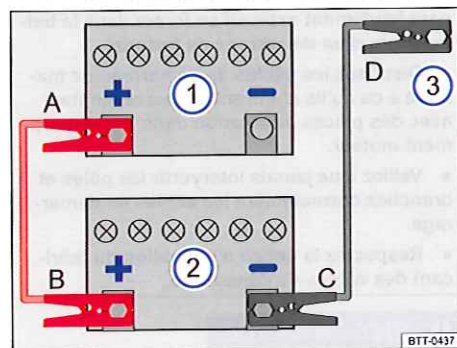
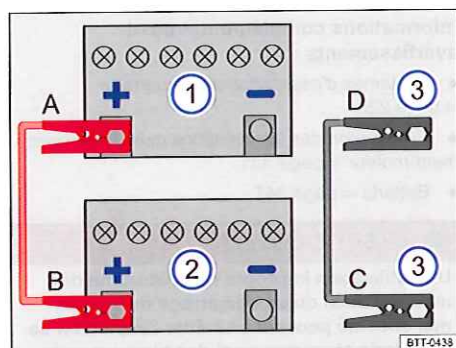

Fig. 265 Schéma de branchement des câbles de démarrage sur les véhicules sans dispositif start/stop de mise en veille fournissant l'aide au démarrage
Fig. 266 Schéma de branchement des câbles de démarrage sur les véhicules avec dispositif start/stop de mise en veille fournissant l'aide au démarrage
Légende concernant la fig. 265 et la fig. 266 :
Branchez les câbles de démarrage uniquement dans l'ordre **A – B – C – D** ⇒ fig. 265 ou ⇒ fig. 266.
- Raccordez une extrémité du câble de démarrage *rouge* à la borne positive (+) ⇒ fig. 265 ou ⇒ fig. 266 du véhicule dont la batterie est déchargée ① ⇒ ▲.
- Raccordez l'autre extrémité du câble de démarrage *rouge* à la borne positive (+) de la batterie fournissant le courant ②.
- Sur les véhicules **sans dispositif start/stop de mise en veille** : raccordez une extrémité du câble de démarrage *noir* de préférence à une prise de démarrage de fortune (raccord à la masse) (–) ⇒ page 448, sinon raccordez-la à la borne négative (–) de la batterie fournissant le courant ⇒ fig. 265 ②.
- Sur les véhicules **avec dispositif start/stop de mise en veille** : raccordez une extrémité du câble de démarrage *noir* ⇒ fig. 266 ③ de préférence à une prise de démarrage de fortune (raccord à la masse) (–) ⇒ page 448, sinon raccordez-la à l'œillet de remorquage avant vissé, à une pièce métallique massive, fermement vissée sur le bloc-cylindres ou au bloc moteur lui-même.
- Sur le véhicule dont la batterie est déchargée, raccordez l'autre extrémité du câble de démarrage *noir* ⇒ fig. 265 ③ ou ⇒ fig. 266 ③ de préférence à la prise de démarrage de fortune (raccord à la masse) ⊖ ⇒ page 448 ou raccordez-la à l'œillet de remorquage avant vissé ⇒ page 453, à une pièce métallique massive fermement vissée sur le bloc-cylindres ou au bloc moteur lui-même ⇒ ▲.
- Débranchez les câbles de démarrage uniquement dans l'ordre **D – C – B – A** ⇒ fig. 265 ou ⇒ fig. 266.